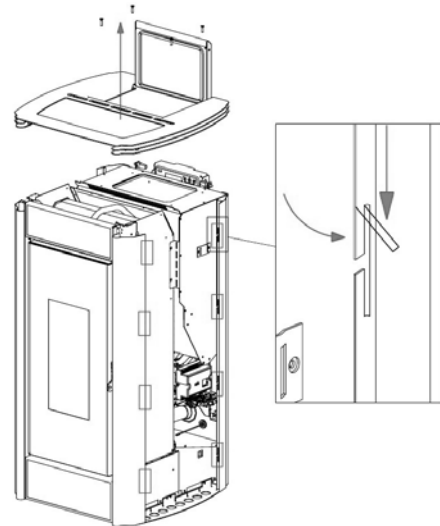

Fig. 35 - Piegare linguette
- Con il dito piegare le linguette superiori, che sono posizionate sui profili neri, verso l'esterno (vedi **Fig. 35**).